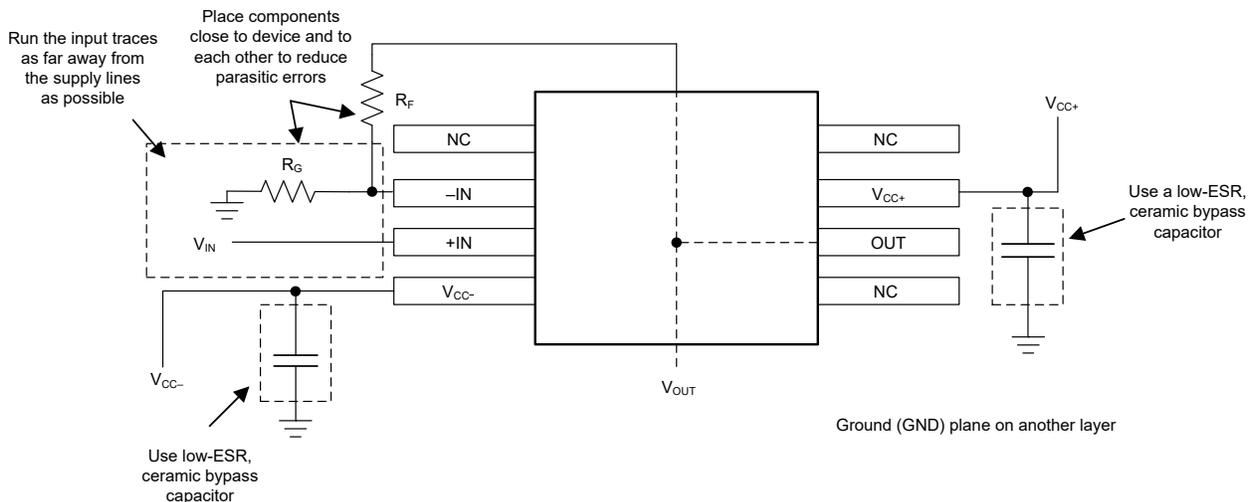

図 7-4. 非反転構成のオペアンプ基板のレイアウト
4. 外付け部品は、可能な限りデバイスに近く配置します。図 7-4 は、寄生容量を最小限に抑えるため、 R_F と R_G は反転入力に近い近くに配置する方法を示します。